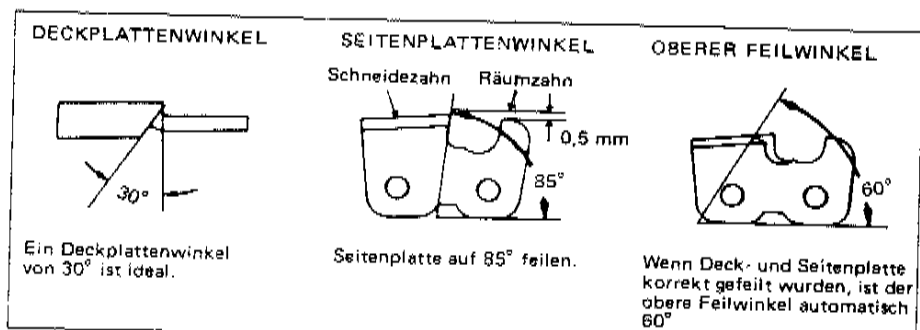

Abb. 22
- Nachdem einer Kette zwei- oder dreimal nachgearbeitet worden ist, bedürfen die Räumzähne (vgl. Abb. 22) ebenfalls einer leichten Überarbeitung. Der Räumzahn ist der Tiefenmesser des Schneidezahnes. Die Schneidezähne verlieren aufgrund ihrer abgewinkelten Gestalt beim Nachschleifen etwas von ihrer Höhe. Nach einer gewissen Zeit werden dann die Zähne niedriger als der Tiefenmesser und können aus diesem Grund nicht mehr schneiden. Um dies zu beheben, werden mit einer Flachfeile die Spitzen der Räumzähne abgefeilt, so daß sie etwa  $0,5\text{ mm}$  niedriger sind als die Spitzen der Schneidezähne (vgl. Abb. 22). Es ist darauf zu achten, daß die Räumzähne nicht zu stark abgefeilt werden, da sonst die Schneidezähne zu viel Material abtragen, was zu einem Festfahren der Säge oder zu Vor- und Rücksprüngen im Schnitt führen kann.